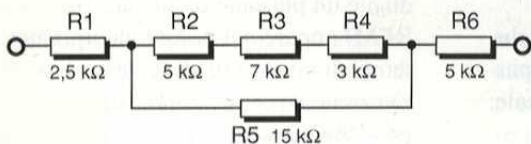

FIGURA 3
3. Calcolato il valore totale della resistenza del circuito di figura 3, il risultato è: